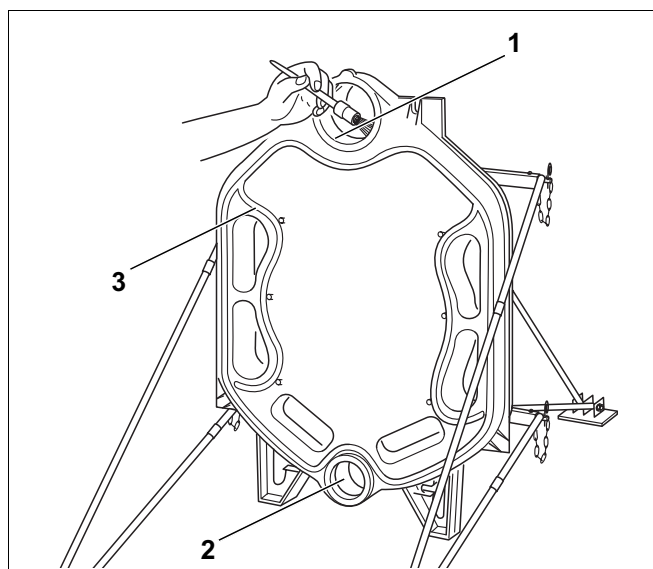

Fig. 8
- Rengjør om nødvendig pakningsnotene med stålborste og klut (fig. 8, pos. 3).
- Rens tetningsflatene på navene (fig. 8, pos. 1 og 2) med en bensindynket klut.